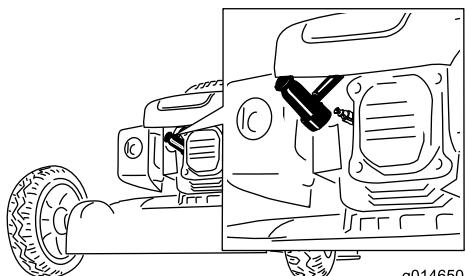

Figure 19
- Débranchez le fil de la bougie (Figure 19) avant de procéder à un quelconque entretien.